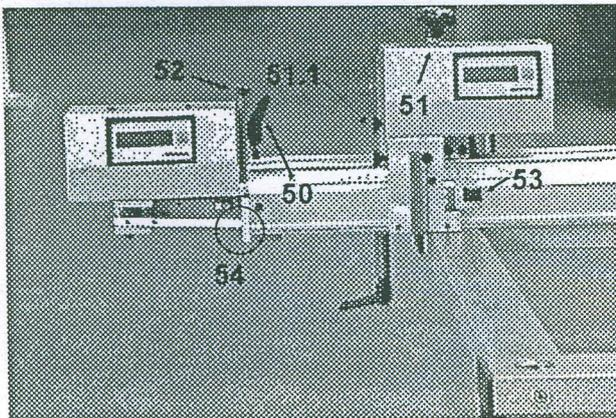
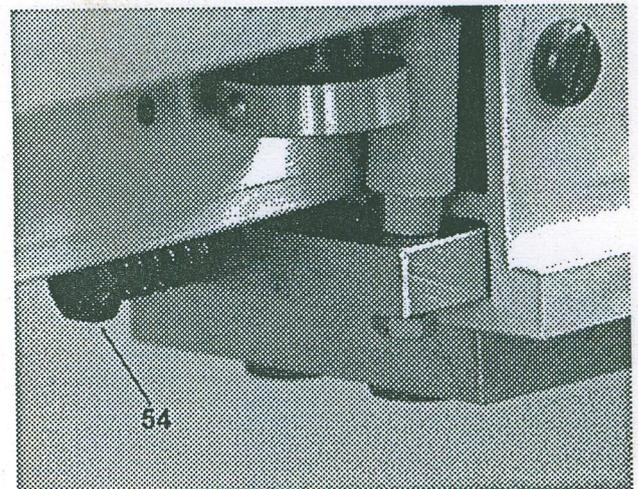

Bild 5.19
Bild 5.21
- Zum Verstellen des Anschlags die Sternschraube 51 lösen (Bild 5.19). Feineinstellung mit dem Daumenrad 53 (Bild 5.19)
- Zum Verstellen des Ausziehanschlags den Klemmhebel 50 (Bild 5.19) lösen. Feineinstellung mit der Rändelschraube 52 (Bild 5.19).
- Probestück schneiden und ggfs. den Längenanschlag mittels der Einstellschraube 54 (Bild 5.19 und Detail Bild 5.21) nachstellen.
- Zum Akku-Wechsel einfach den Gehäusedeckel hochklappen. Beim Anzeigegehäuse des Längenanschlags dazu die seitliche Klemmschraube 51.1 (Bild 5.19) lösen.